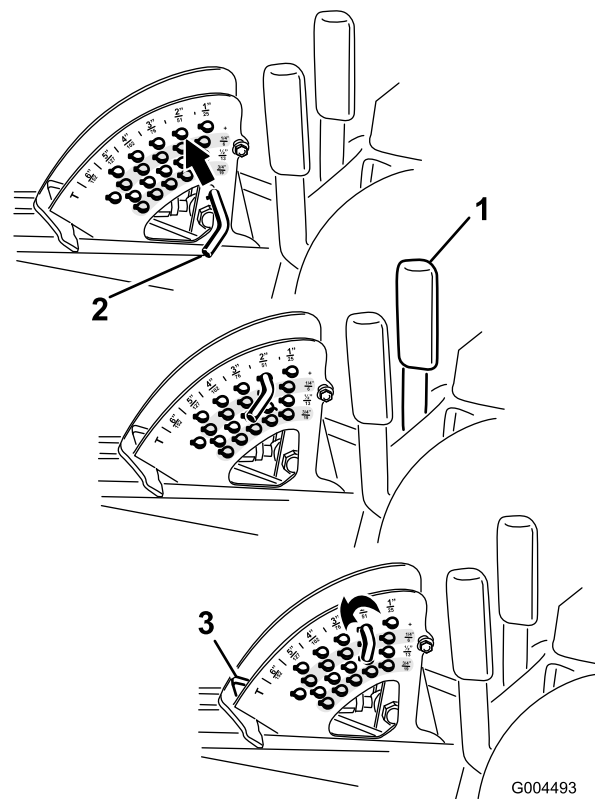

Figura 24
**Nota:** Per bloccare il piatto di taglio in posizione sollevata, sollevatelo oltre la posizione di 15 cm, togliete la spina di fermo dell'altezza di taglio (vedere Regolazione dell'altezza di taglio) e inseritela nella posizione dell'altezza di taglio di 15 cm (Figura 24).
1. A motore acceso, tirate indietro la leva di sollevamento del piatto di taglio fino a sollevarlo completamente, e **rilasciate immediatamente la leva** (Figura 24).
2. Per regolare, girate la spina di arresto fin quando la spina interna non è allineata con gli intagli previsti nei fori della staffa dell'altezza di taglio, e toglietela (Figura 24).
3. Nella staffa dell'altezza di taglio scegliete un foro corrispondente all'altezza di taglio richiesta, inserite la spina e bloccatela per mantenere questa posizione (Figura 24).
**Nota:** Vi sono quattro file di fori di posizionamento (Figura 24). La fila superiore fornisce l'altezza di taglio elencata sopra la spina. La seconda fila fornisce l'altezza elencata più 6 mm. La terza fila fornisce l'altezza elencata più 12 mm. La fila inferiore fornisce l'altezza elencata più 18 mm. La posizione di 15,8 cm ha un solo foro, situato nella seconda fila, che non aggiunge 6 mm alla posizione di 15,8 cm.